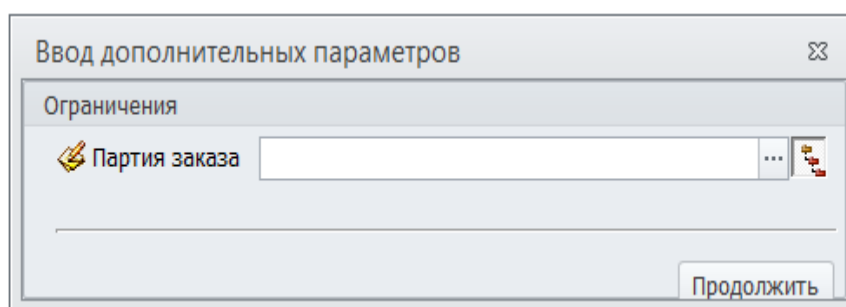

Рисунок 160. Окно ввода параметров
1. Запустить задачу «**Ведомость плановых материальных затрат**» в блоке задач «**Ведомости прямых затрат**». В результате — откроется диалоговое окно «**Ввод дополнительных параметров**» (рис. 160).
В результате — откроется диалоговое окно «**Ввод дополнительных параметров**» (см. рис. 160).